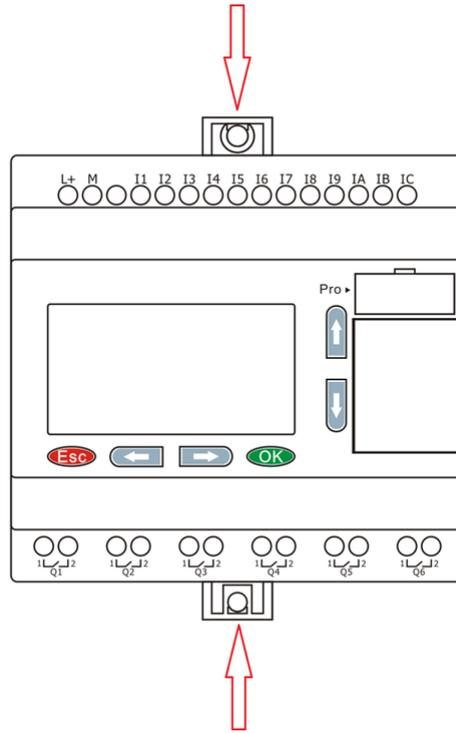

Рисунок 2.28 - Монтаж на поверхность
2. Установите модуль на монтажную панель и зафиксируйте его винтами через отверстия в защелках (рисунок 2.28).